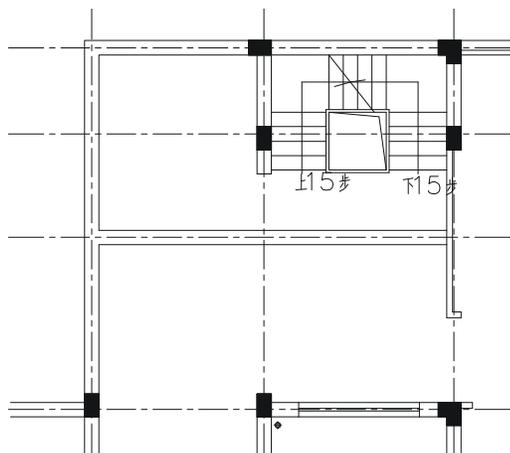

图 9-2-12
**STEP 03** 使用绘制多段线命令 PLINE 绘制出墙体中轴线，再将其分别向侧偏移 120，并用删除命令 ERASE 删除其中轴线，并用修剪命令 TRIM 进行修剪，如图 9-2-12 所示。